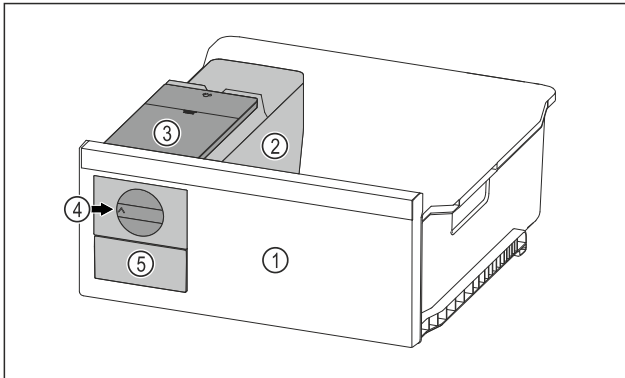

Fig. 120 Représentation à titre d'exemple
- Tourner le bouton rotatif Fig. 120 (4) dans le sens horaire jusqu'à la butée.
▷ Les glaçons tombent du bac à glaçons dans le tiroir à glaçons Fig. 120 (5).